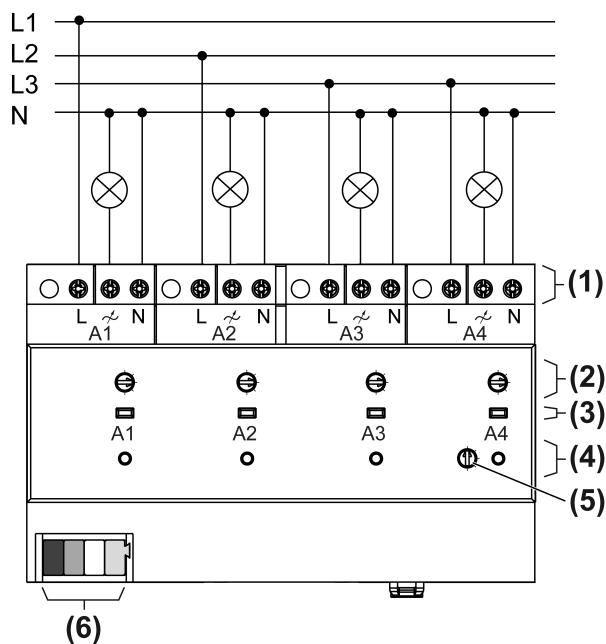

Bild 2: Anslutningsexempel utgångar
- Anslut laster enligt anslutningsexemplet (Bild 2)